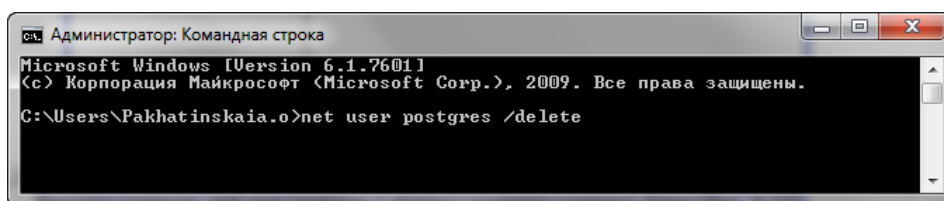

Рисунок 6.23 — Удаление пользователя postgres через командную строку
- 2.2. Запустите командную строку (*Пуск* → *Программы* → *Стандартные* → *Командная строка*). Введите команду `net user postgres /delete` и нажмите клавишу *Enter* (см. рисунок 6.23).